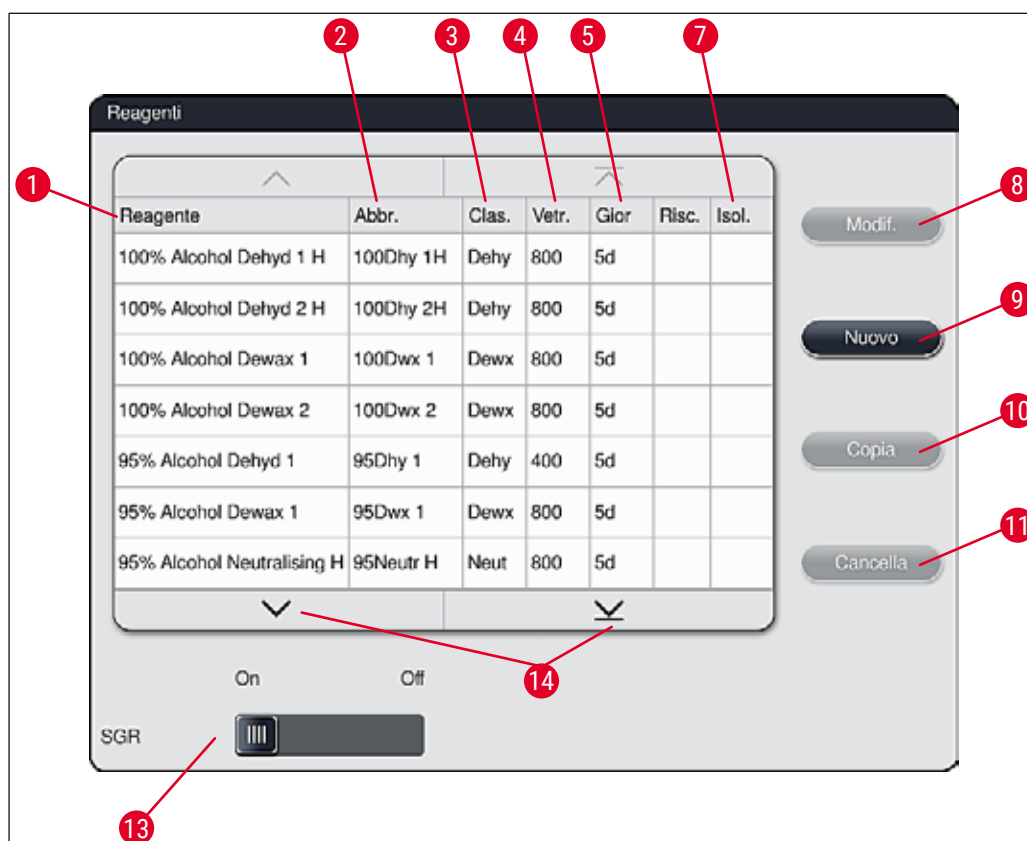

Fig. 35
- Nell'elenco reagenti (→ "Fig. 35") selezionare il reagente da copiare toccandolo e premere il tasto **Copia** (→ "Fig. 35-10").
- Nell'elenco reagenti (→ "Fig. 35") selezionare il reagente da modificare toccandolo e premere il tasto **Modifica** (→ "Fig. 35-8").